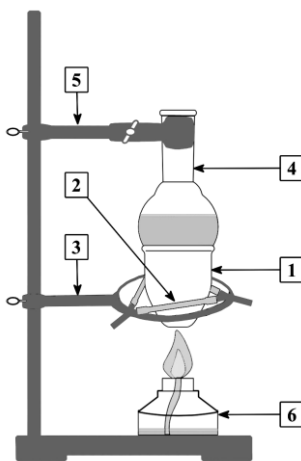

Рис. 2. Установка для получения иода
В фарфоровом тигле 1 (рис. 2) смешать по ~0,5 г оксида марганца(IV) и иодида калия. Перемешать содержимое тигля стеклянной палочкой, поместить тигель в фарфоровый треугольник 2, укрепленный на кольце штатива 3, и добавить 3-4 капли концентрированной серной кислоты. Закрыть тигель круглодонной колбой 4, наполненной холодной водой (*внешние стенки колбы должны быть сухими*). Колбу закрепить в лапке штатива 5. Нагреть содержимое тигля в течение 3-4 мин в пламени спиртовки 6. Осторожно снять колбу с тигля.